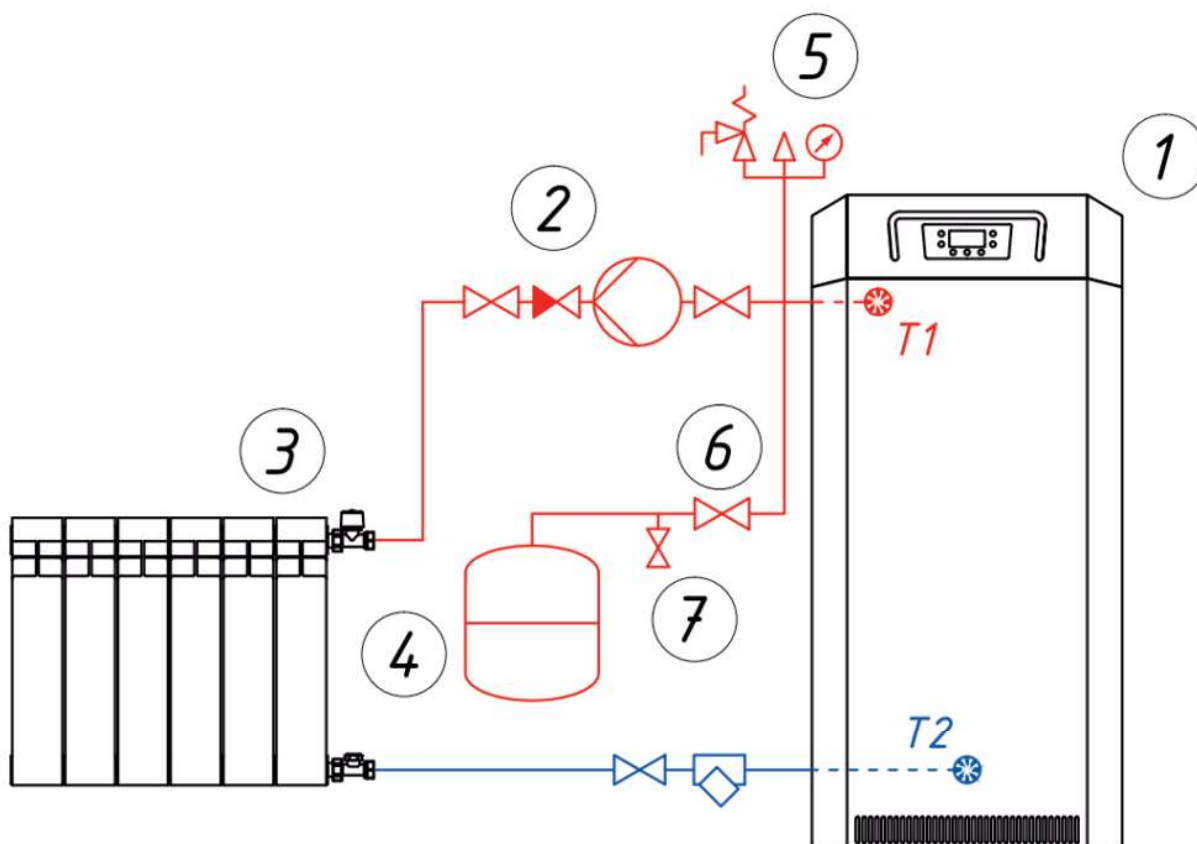

Рис.1
4.8 Вариант установки бака мембранного показан на Рис. 1.